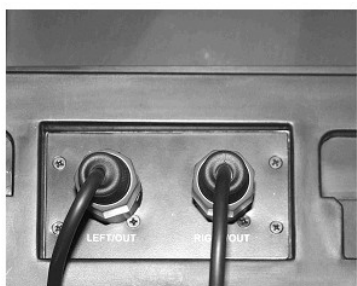

Fig.6
- Подключите один конец каждого кабеля с разъёмами Speakon к левому и правому выходу усилителя мощности, а другим концом каждого кабеля левую и правую акустическую систему, как показано на Рис. 6.